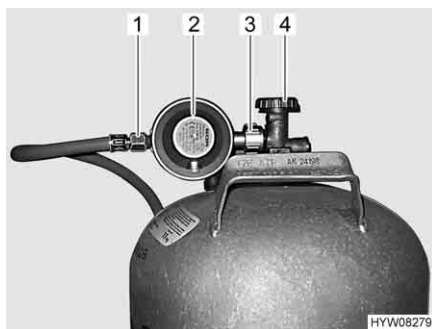

Fig. 95 Raccordo bombola del gas
- Chiudere la valvola principale di arresto (Fig. 95,4) della bombola del gas. Osservare la direzione della freccia.
- Tenere fermo il regolatore di pressione del gas (Fig. 95,2) e aprire il dado zigrinato (Fig. 95,3) (nella filettatura sinistra).
- Rimuovere il regolatore di pressione del gas con il tubo del gas (Fig. 95,1).
- Collocare il regolatore di pressione del gas (Fig. 95,2) con il tubo del gas (Fig. 95,1) sulla bombola del gas e serrare il dado zigrinato (Fig. 95,3) (generalmente filettatura sinistra). **Non** tirare con molta forza.